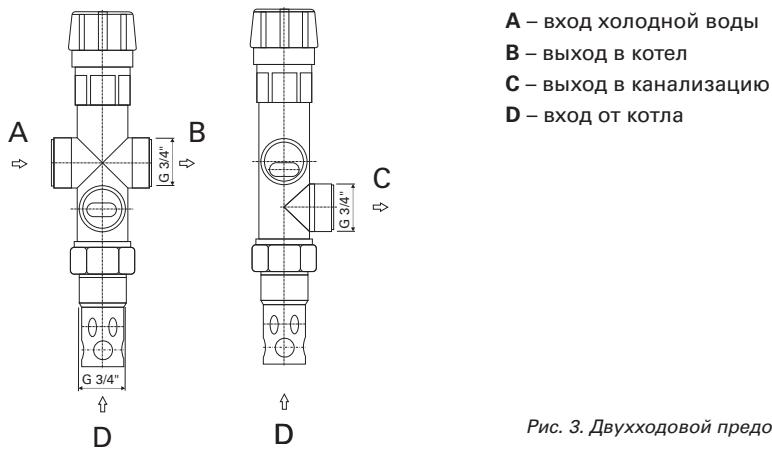
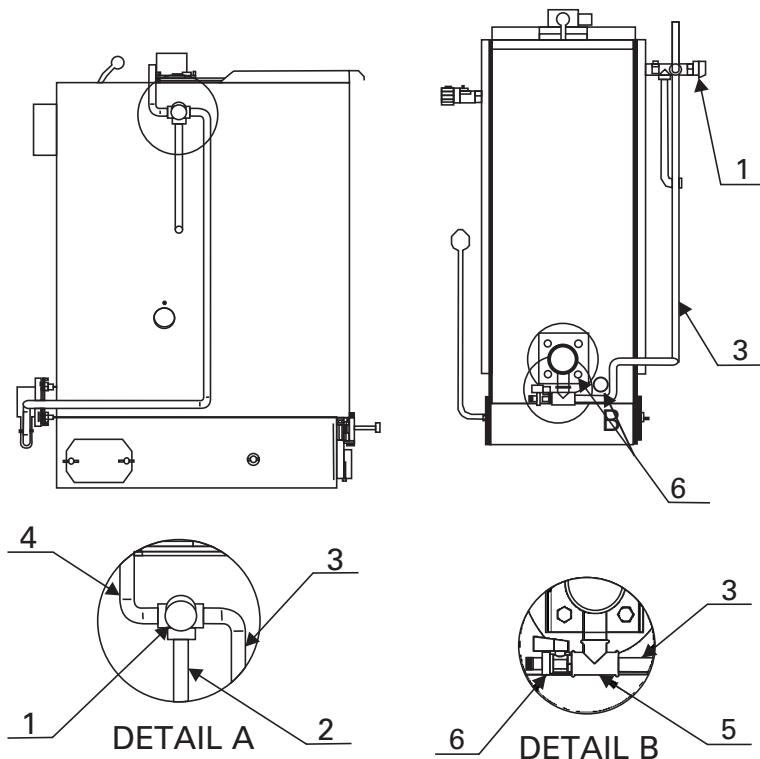

Рис. 3. Двухходовой предохранительный клапан DBV 1
Рис. 4. Присоединение DBV 1 к котлу PRIMTEK D
Установку может производить только профессионально подготовленный специалист. Для надлежащего функционирования термостатического двухходового предохранительного клапана при его монтаже необходимо соблюдать установленные требования, а также учесть обозначение направления протока, обозначенного на корпусе клапана. Предохранительный клапан всегда устанавливается непосредственно на котел: либо в левой верхней части котла, либо на выходном трубопроводе котла. При установке клапана необходимо проконтролировать, чтобы при монтаже на штуцер $3/4"$ было обеспечено полное погружение термостатического элемента клапана. После установки клапана на штуцер «С» (рис. 3) присоединяется отводящий трубопровод, по которому горячая вода будет сливаться из котла в канализацию. В месте «А» (рис. 3 и 4) подсоединяется вход охлаждающей воды, которая, после включения клапана в работу, обеспечит охлаждение котла. На входе охлаждающей воды должен быть установлен фильтр для задержания механических загрязнений. К штуцеру «В» (рис. 3) присоединяется трубопровод, который подключается обратно к системе отопления (рис. 4).
Клапан должен быть установлен в соответствии с рис. 4, т.е. выход «С» (выход в канализацию) должен быть направлен вниз.
3. Установить сливной кран (поз. 18 на рис. 2) на ввод отопительной воды таким образом, чтобы штуцер был направлен к полу. В случае если к котлу монтируется двухходовой предохранительный клапан DBV 1, то на штуцер необходимо установить тройник (см. рис. 4), на который навинчивается сливной кран и подвод воды от предохранительного клапана.